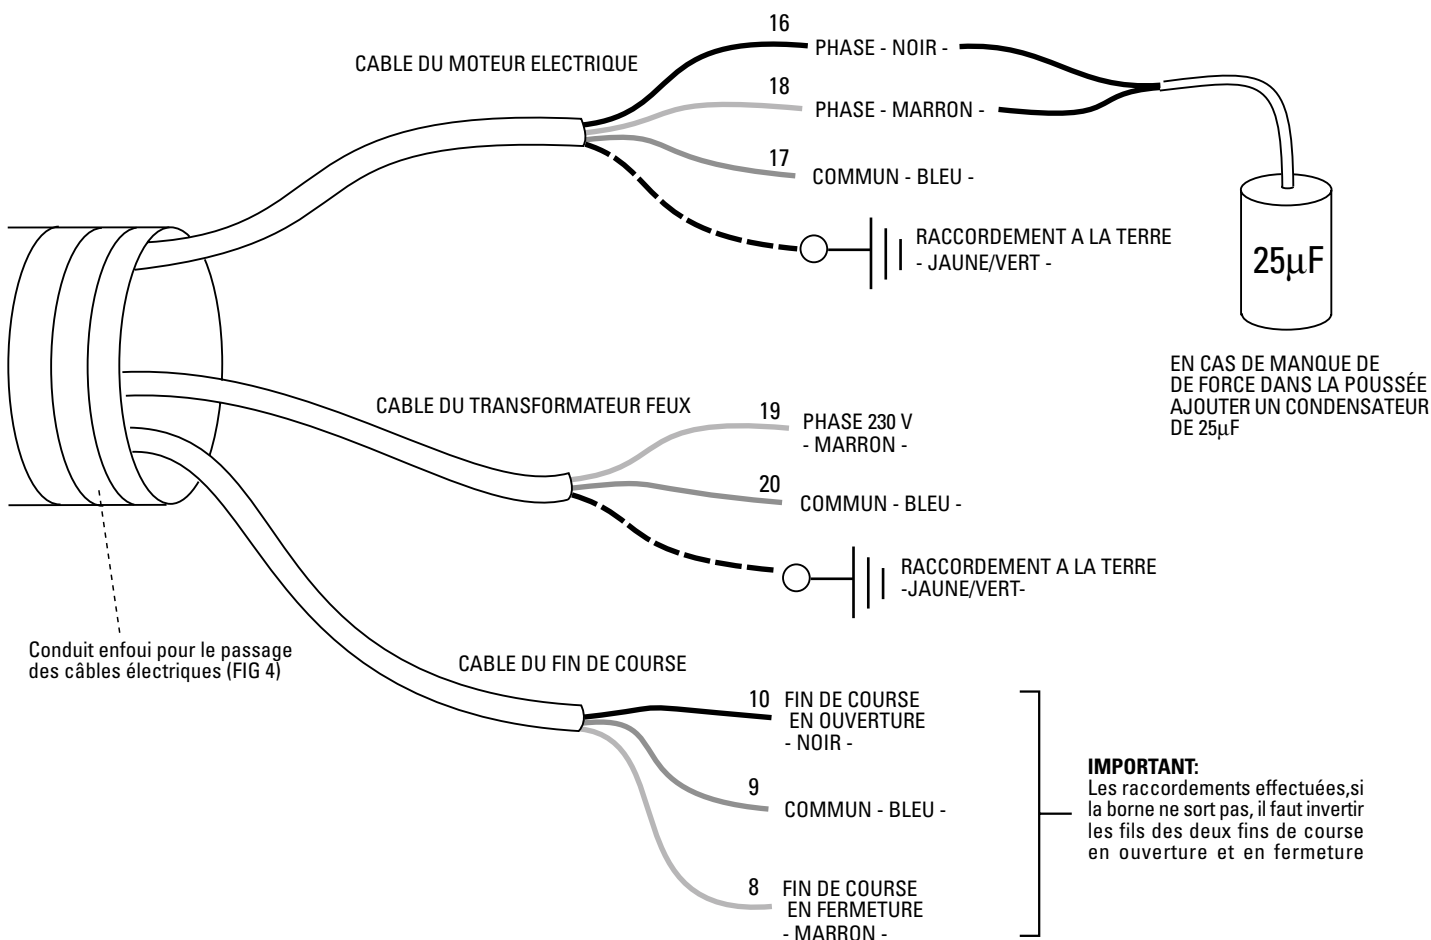

FIG. 6
- Raccorder provisoirement les câbles électriques d'alimentation et les fins de course (voir Fig.6) et sortir la borne. Ensuite débrancher les câbles d'alimentation.
Le Strabuc 930 Blindé est fourni avec trois câbles électriques de 10 mètres de longueur chacun: le câble électrique d'alimentation 230V 50Hz, le câble électrique fin de course, le câble électrique du transformateur pour les feux de signalisation. Les raccordements doivent être effectués au programmeur Elpro 10 PLUS CEI suivant le schéma de Fig.6 et Fig.8